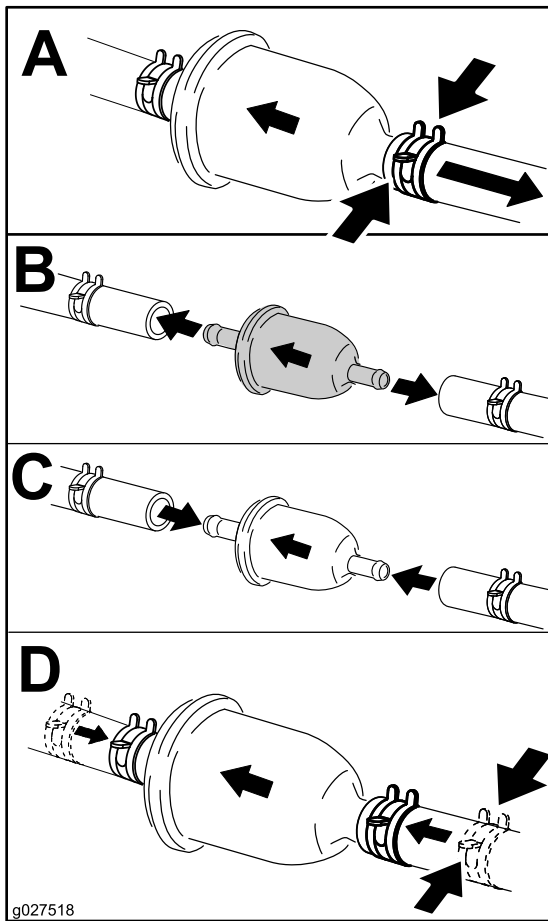

Bild 52
4. Wechseln Sie den Kraftstofffilter aus, wie in Bild 52 abgebildet.